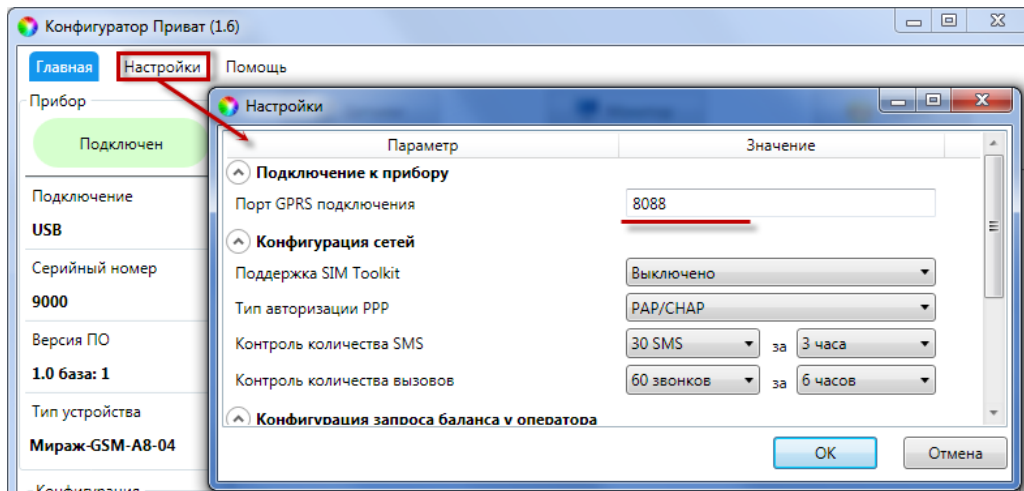

Рисунок 7.13 — Изменение номера TCP/IP-порта для GPRS-подключения
- 3) Укажите TCP/IP-порт, по которому контроллер будет выполнять подключение к программе *Конфигуратор Приват*. Для этого в программе *Конфигуратор Приват* откройте меню *Настройки* и укажите необходимый номер в поле *Порт GPRS-подключения* (см. рисунок 7.13).
и т. д.) и прописан в настройках программы *Конфигуратор Приват* (см. рисунок 7.13).
При необходимости разорвать GPRS-соединение, не дожидаясь окончания времени, указанного в команде, измените номер порта в окне *Настройки* (см. рисунок 7.13) и нажмите кнопку *OK*.